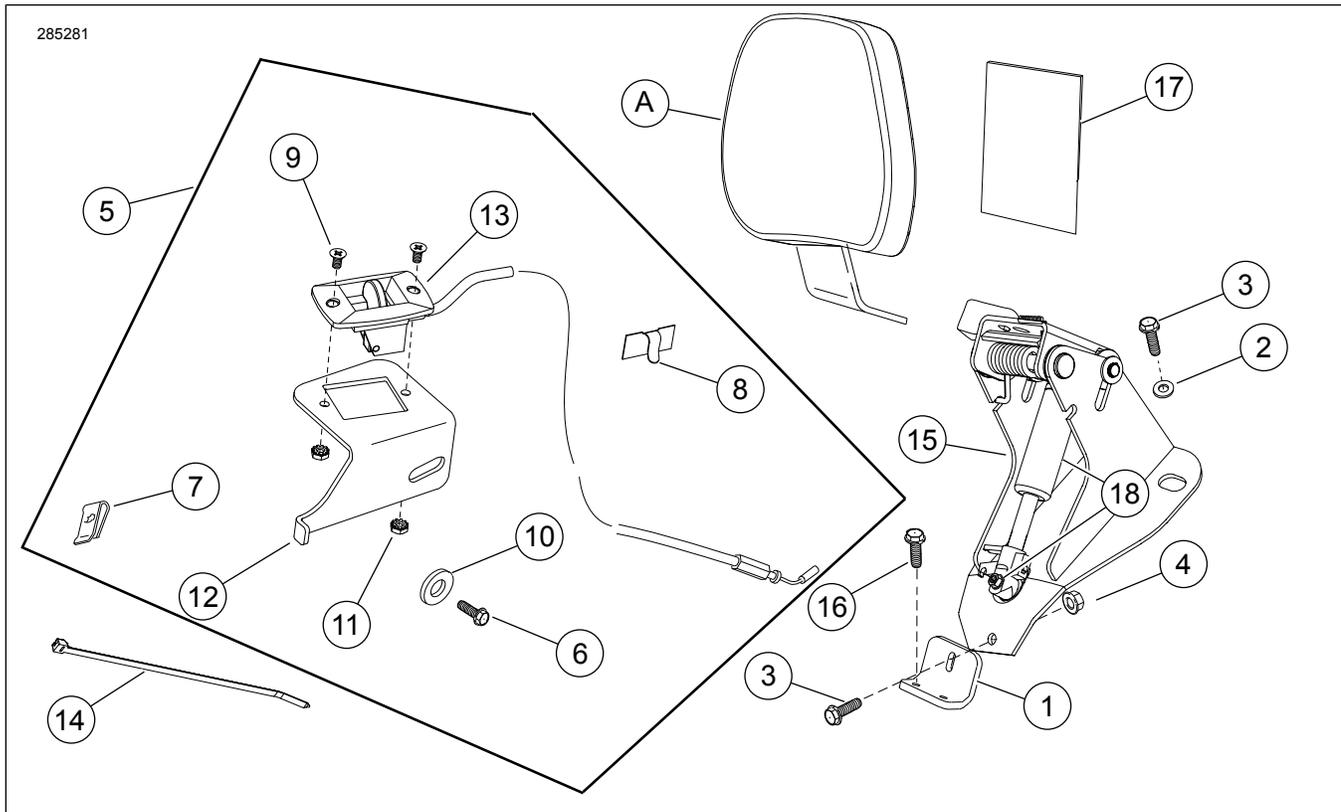

Figura 9. Piezas de servicio: Kit de elementos de sujeción de montaje plano del respaldo ajustable del motociclista
7. Figura 9 Instala el mango del accionador con el cable (13) en la pieza de soporte correspondiente (12) con los tornillos (9) y las tuercas de seguridad (11).
11. Figura 9 Obtén la presilla con respaldo adhesivo (8) del kit. Limpie el área plana de la pieza de soporte del mango de ajuste más o menos en la ubicación de la que se quitó la presilla de fábrica del cable de la bujía con alcohol isopropílico. Fije la presilla en la pieza de soporte y pase el cable de la bujía y el tubo evaporador (si está equipado) a través de la presilla. Doble la presilla para capturar el cable o tubo de forma segura.
4. Figura 9 Obtén el protector del asiento (17).